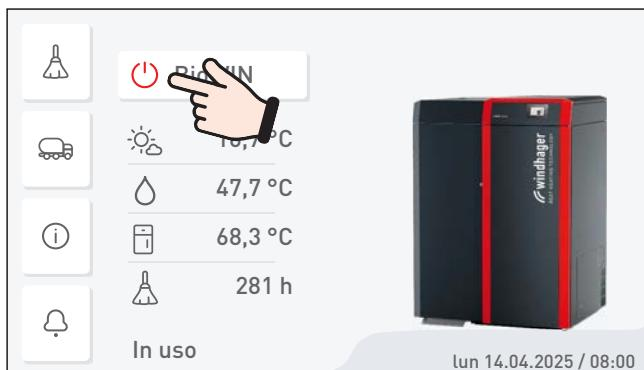
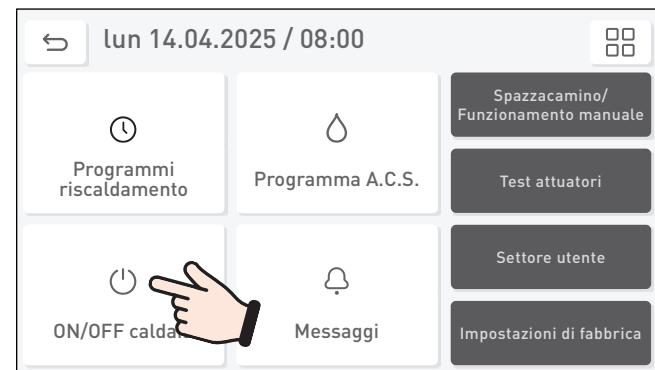

Fig. 3 Spegnere caldaia a pellet
Fig. 4 Spegnere caldaia a pellet
- ▶ Prima di aprire la porta di contenimento, spegnere assolutamente la caldaia con il **tasto ON/OFF** (vedere Fig. 3, Fig. 4) e lasciarla raffreddare (nessuna visualizzazione sul display).